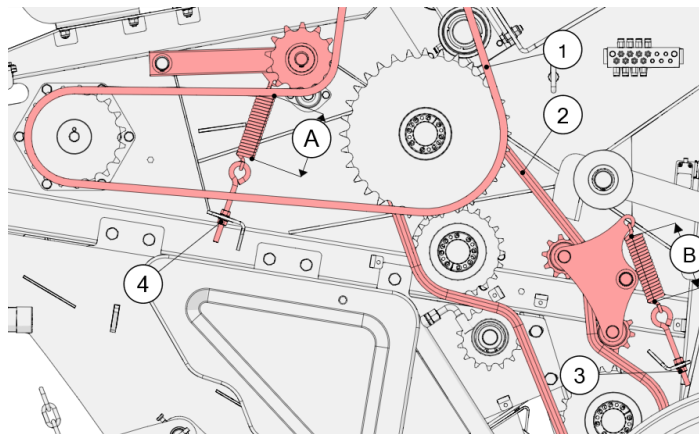

Figura 56. Tensado de las cadenas
- Para ajustar las cadenas de la cámara de empaquetado (1) y (2), gire las tuercas de los tensores (3) y (4) como se muestra en la figura 56 y ajuste las distancias a los valores: